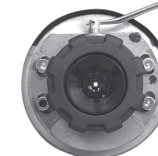

Abb. 12
- Drehen Sie mit dem Einstellhorn an den Einstellungschrauben für das Fadenkreuz (Abb. 12), bis die Ablesung b_3 an der Latte B $b_3 = a_2 - dh$ beträgt.